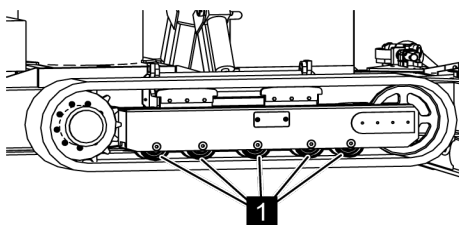

Fig. 155: Couvercle et capot
2. ➔ *S'assurer s'il est possible de tourner à la main les rouleaux d'appui (Voir la Fig. 155/1).*